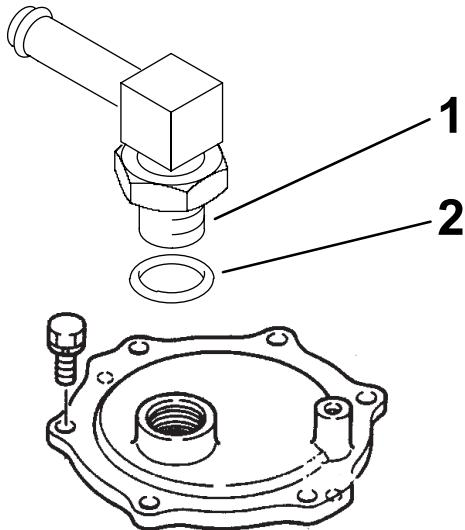

Figura 17
3. Installate l'O-ring piccolo nel raccordo come illustrato nella Figura 17.